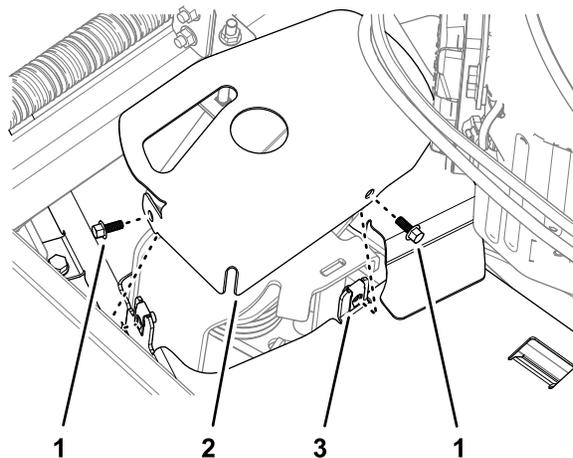

図 45
4. テンシヨナカバーを左側ベルトカバーに取り付ける 左側ベルトカバーの取り外し \(ページ 26\) で外したフランジヘッドねじ2本を使用して 図 45 のように取り付ける。